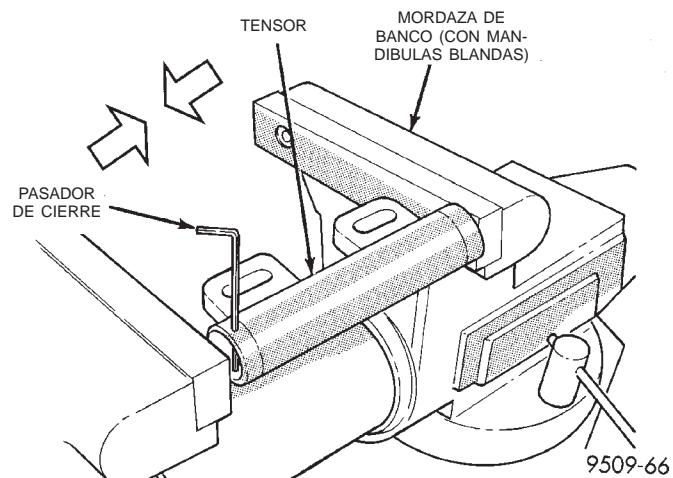
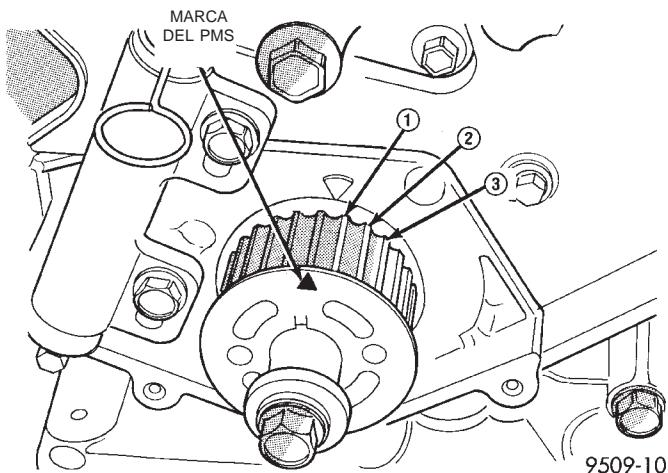

Fig. 43 Compresión del tensor de la correa de distribución
Fig. 44 Reglaje de la rueda dentada del cigüeñal
(2) Coloque el tensor en una mordaza y comprima lentamente el tensor (Fig. 43).
(3) Cuando se comprima el émbolo en el cuerpo del tensor, instale un pasador que atraviese el cuerpo y el émbolo para retener a este último en su sitio, hasta que el tensor quede instalado.
(4) Coloque la rueda dentada del cigüeñal en el PMS, alineando la rueda con la flecha del cuerpo de la bomba de aceite, después retroceda hasta 3 dientes antes del PMS (Fig. 44).